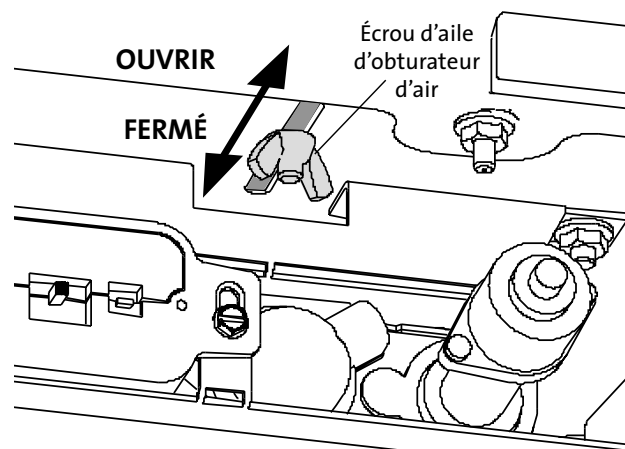

Figure 14.1.
1. Desserrez les écrous à oreilles situés sous le poêle. Voir la figure 14.1. L'obturateur d'air gauche contrôle le brûleur arrière, alors que l'obturateur d'air droit contrôle le brûleur avant. La tige de l'écrou à oreilles doit être tirée vers l'avant pour ouvrir l'obturateur d'air correspondant, ou poussée vers l'arrière pour réduire le débit d'air. Avant d'effectuer des ajustements, commencez avec le réglage du fabricant :